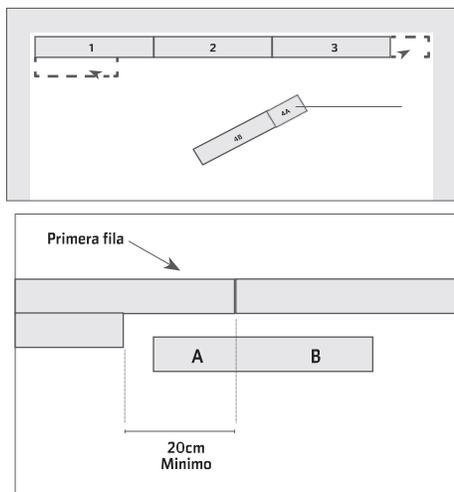

Figura 2
- Al cortar la última tabla en una fila para encajar, puede usar el extremo de corte para comenzar la siguiente fila, si el extremo cortado mide menos de 20 cm, deséchelo y, en su lugar, comience con un tablón nuevo de forma aleatoria y úselo para iniciar la siguiente fila (figura 2) siempre comience cada fila desde el mismo lado de la habitación cuando esté cerca de una pared, puede usar una palanca para cerrar las juntas laterales y extremas.